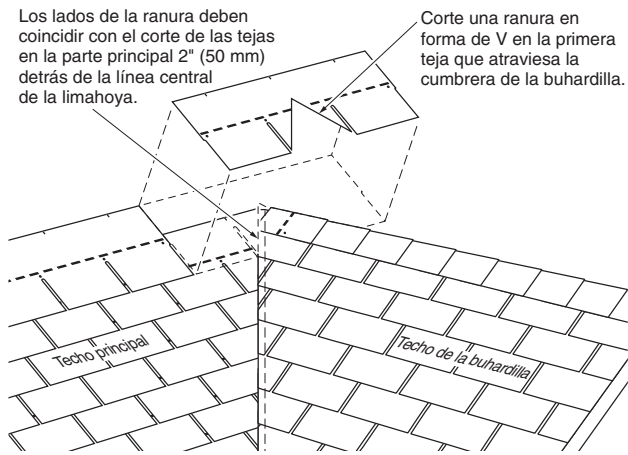

Figura 9-9: La teja con la ranura en V se ajusta sobre la cumbrera de la buhardilla.
- Corte en la primera teja que cruza por encima de la cumbrera de la buhardilla una ranura en forma de V que se ajuste sobre la cumbrera de la buhardilla. Los lados de la ranura deben coincidir con el corte de las tejas en el sector del techo que se cortaron en la línea central de la limahoya. Corte esta ranura en el área de la distancia entre un borde y otro de la teja. Las tejas en el lado derecho de la buhardilla se deben aplicar de manera que el patrón de la hilera y la alineación horizontal se ajusten a la posición de la teja con la ranura en V (Figura 9-9).